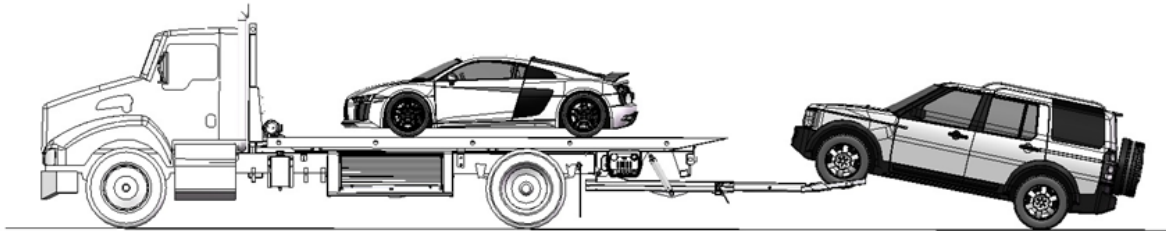

FIGURE 42 – SOULEVER LE VÉHICULE À REMORQUER
6. Avec le lève-roues, soulevez lentement le véhicule à remorquer en vous assurant qu'il reste bien en place et que le lève-roues et les bras en L n'entrent en contact avec aucun composant du véhicule, comme le montre la Figure 42.